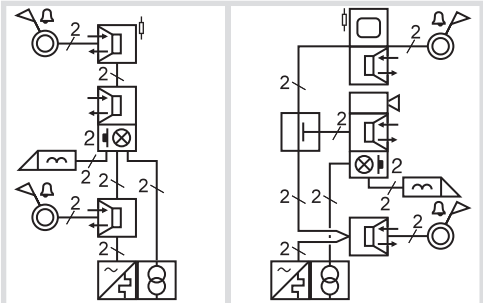

Bild 10: Installation Etagenstation Audio/Video
- Etagenstationen und Wohnungsstationen können nur Innenstationen im eigenen Strang (Zweig) rufen (Bild 10 und 11). Als Adresse ist für Etagenstationen oder Wohnungsstationen A ... F einstellbar.